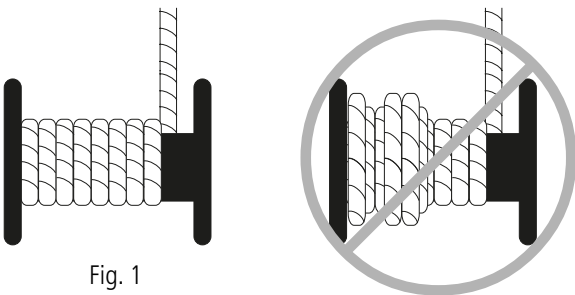

Fig. 1
- >> Ein gleichmäßiges und nebeneinander liegendes Abwickeln des Seils auf der Windentrommel sollte erfolgen. (siehe Abbildung 1)